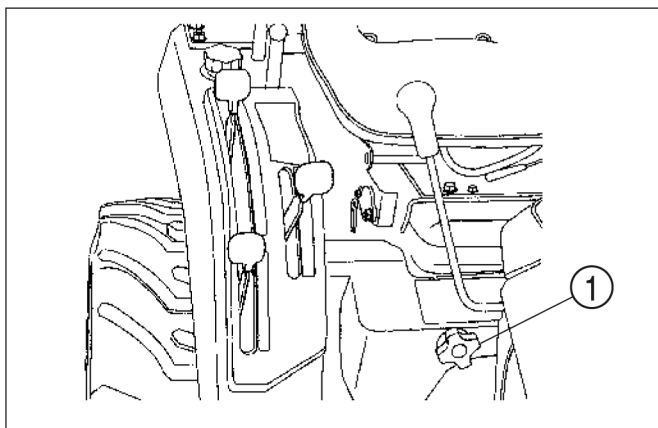

FIG. 26
**Abb. 26:** Der Absenkgeschwindigkeits-Knopf stellt die „Senkgeschwindigkeit“ des Dreipunktanbaus ein. Ein Drehen des Knopfes im Uhrzeigersinn verlangsamt das Absenken, ein Drehen gegen den Uhrzeigersinn beschleunigt es. Durch eine vollständige Drehung des Knopfes im Uhrzeigersinn wird das Gerät (oder die Anbauvorrichtung) in Transportposition verriegelt.